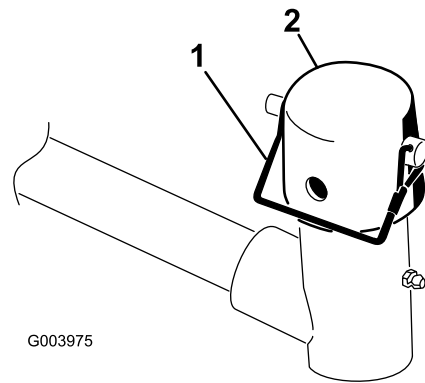

Figura 9
7. Retire o pino de encaixe e a tampa da forquilha de articulação do braço de elevação (Figura 9).
11. Prenda a tampa e o veio da estrutura de suporte à forquilha do braço de elevação com o pino de encaixe. Utilize a ranhura se pretender direccionar a unidade de corte ou utilize o orifício se pretender bloquear a unidade de corte na posição (Figura 9).